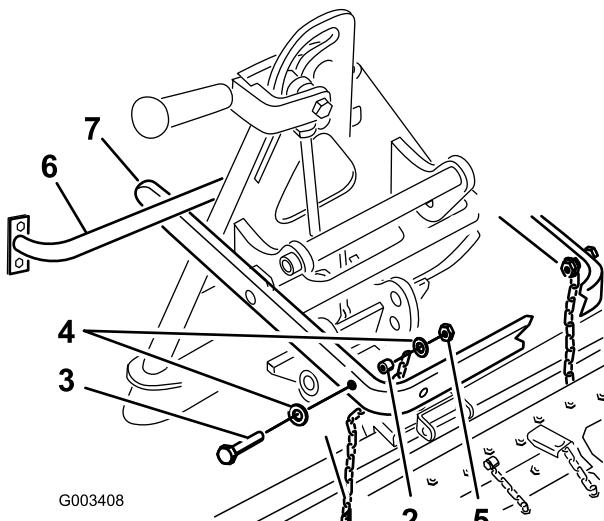

図 6
重要 昇降アーム・アセンブリの長いアームが、トラクションユニットの後フレーム・アセンブリの下に来るのが正しい位置です（図 6）。
アタッチメント・アダプタを動かす時には、必ずアダプタの後部についているハンドルを使うこと（図 6）。
5. ボルト（ $3/8 \times 2\text{-}1/2$ in）、ワッシャ2枚（ $3/8 \times 7/8$ in）、スペーサ、ロックナット（ $3/8$ インチ）を使って、各チェーンの先端のリンクを昇降アームの内側に取り付ける（図 6）。